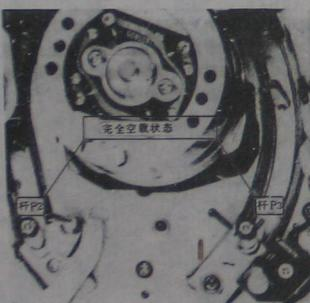

图 1-49 导杆 P2 和 P3 完全卸载状态
1) 按顺时针方向旋转加载齿轮, 直至导杆 P2 和 P3 达到完全卸载状态, 如图 1-49 所示。